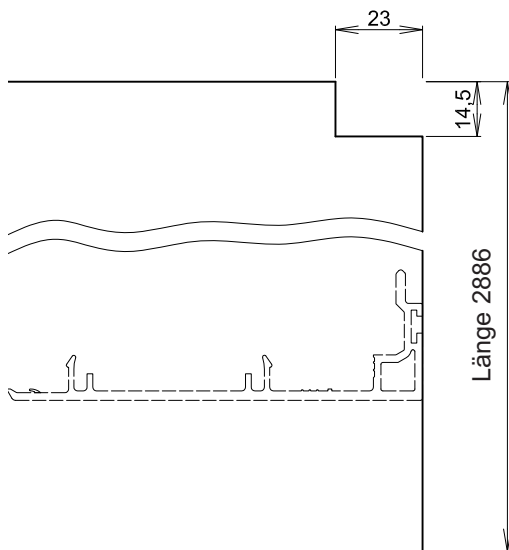

Abb.1 Ausklinken der Abdeckleiste 2886
- Obere Ecke ausklinken (siehe Abb.1)